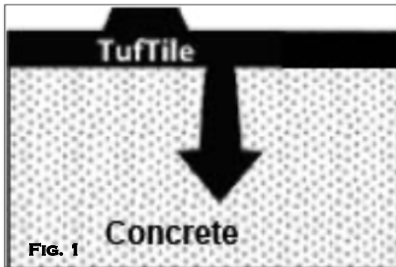

FIG. 1
2. Slowly press tile into concrete starting at one side and continue placement until flush with the surface. (Fig. 1) **IMPORTANT: Do not stand on tile during installation.** For radius tile installation, see Radius Wedge-to-Tile Assembly installation sheet.
2. Despacio y con cuidado ubique la baldosa en el hormigón empezando por un lado y continuando hasta que la baldosa entera sea uniforme con la superficie. (Fig. 1) **IMPORTANTE: No se pare encima de la baldosa durante la instalación.** Para instalar el Radio, vea la hoja **Instrucciones de Instalación de Radio**